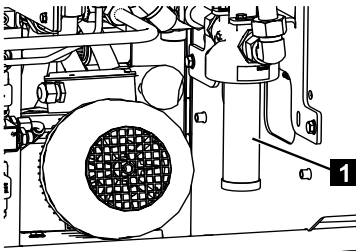

Fig. 245
6. Enlever la cartouche filtrante (Fig.245/1) et mettre en place une cartouche filtrante neuve.